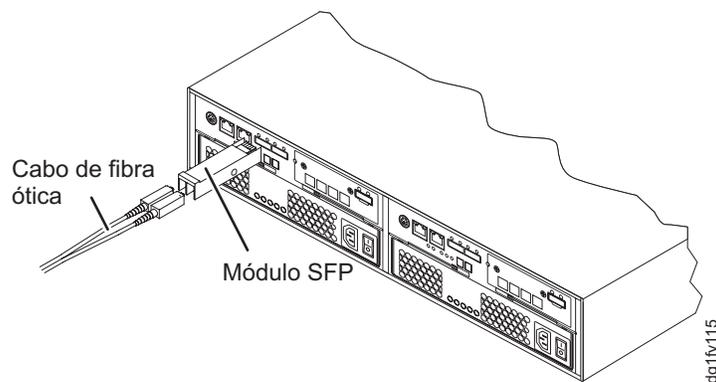

Figura 24. Instalando um Módulo SFP na Porta do Host
4. Insira o módulo SFP na porta do host até que se encaixe no lugar. Consulte Figura 24 na página 43.